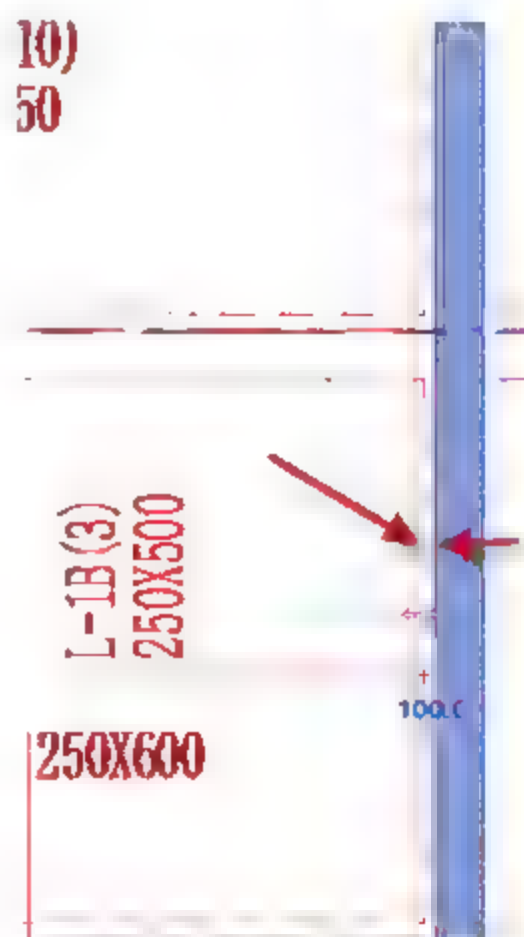

图 4.2.82 调整矩形梁的位置
(7) 调整矩形梁 L-1B 的位置, 选中矩形梁 L-1B, 按快捷键 **M+V**, 移动矩形梁的位置, 使其与梁线对齐, 如图 4.2.82 所示。